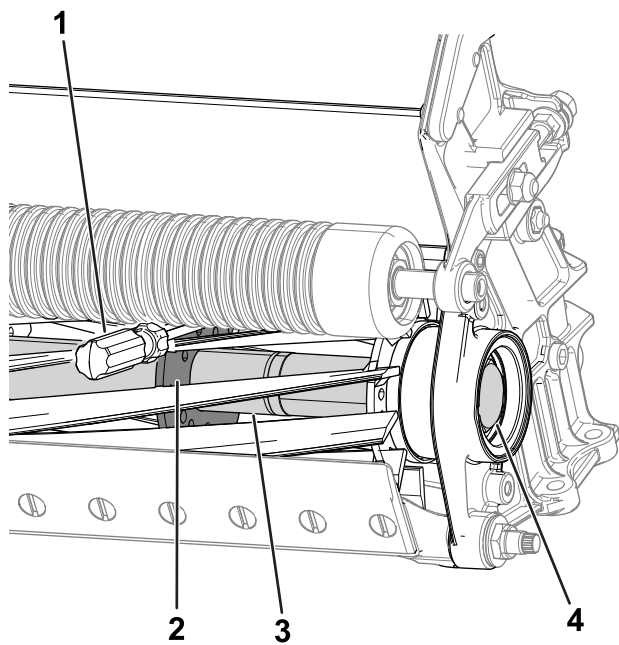

Figure 27
2. Insérez un levier à long manche (3/8" x 12" avec manche de tournevis recommandé) en bas du cylindre de coupe, du côté le plus proche de l'unité de coupe que vous allez serrer (Figure 27).
3. Placez le levier contre le côté soudé de la plaque de support du cylindre (Figure 27).